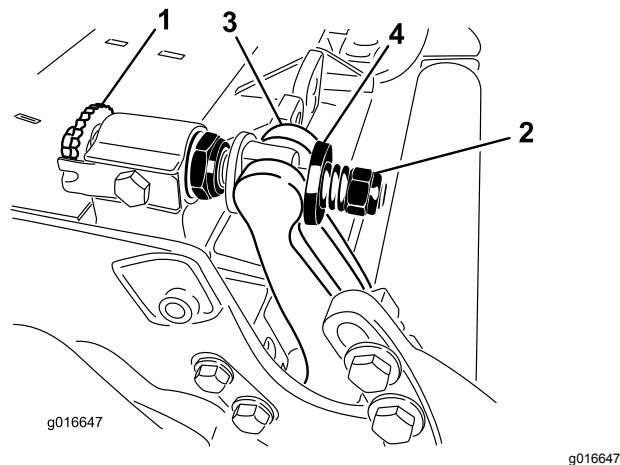

Figura 29
1. Rode os parafusos de ajuste da barra de apoio no sentido contrário ao dos ponteiros do relógio, para afastar a lâmina de corte do cilindro (Figura 29).
2. Faça recuar a porca da mola tensora até que a anilha deixe de estar sob tensão contra a barra de apoio (Figura 29).